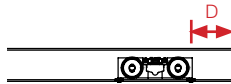

Abb. 2: Fahrwagen in Montage-/ Demontageposition
I. Legen Sie die Stelle für die Montage/Demontage des Hubmotors fest. HINWEIS! Der Abstand D (Abb. 2) vom Schienenende zum Fahrwagen hängt vom verwendeten Endstopper ab, siehe Tabelle 1.
- 2) Prüfen Sie das Ein- und Ausfedern der Ladeplatte, indem Sie diese zusammendrücken, siehe Abb. 2.